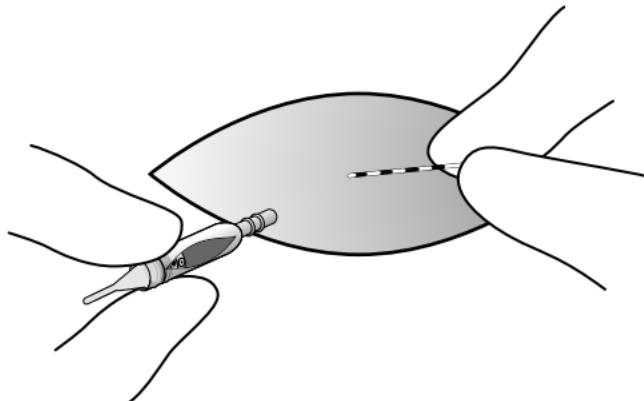

Abbildung 8. Herausziehen der Elektrodenschutzkappe und der Konnektorschutzkappe
8. Ziehen Sie die Elektrodenschutzkappe und die Konnektorschutzkappe aus der Inzision heraus und entsorgen Sie beide (siehe Abbildung 8).